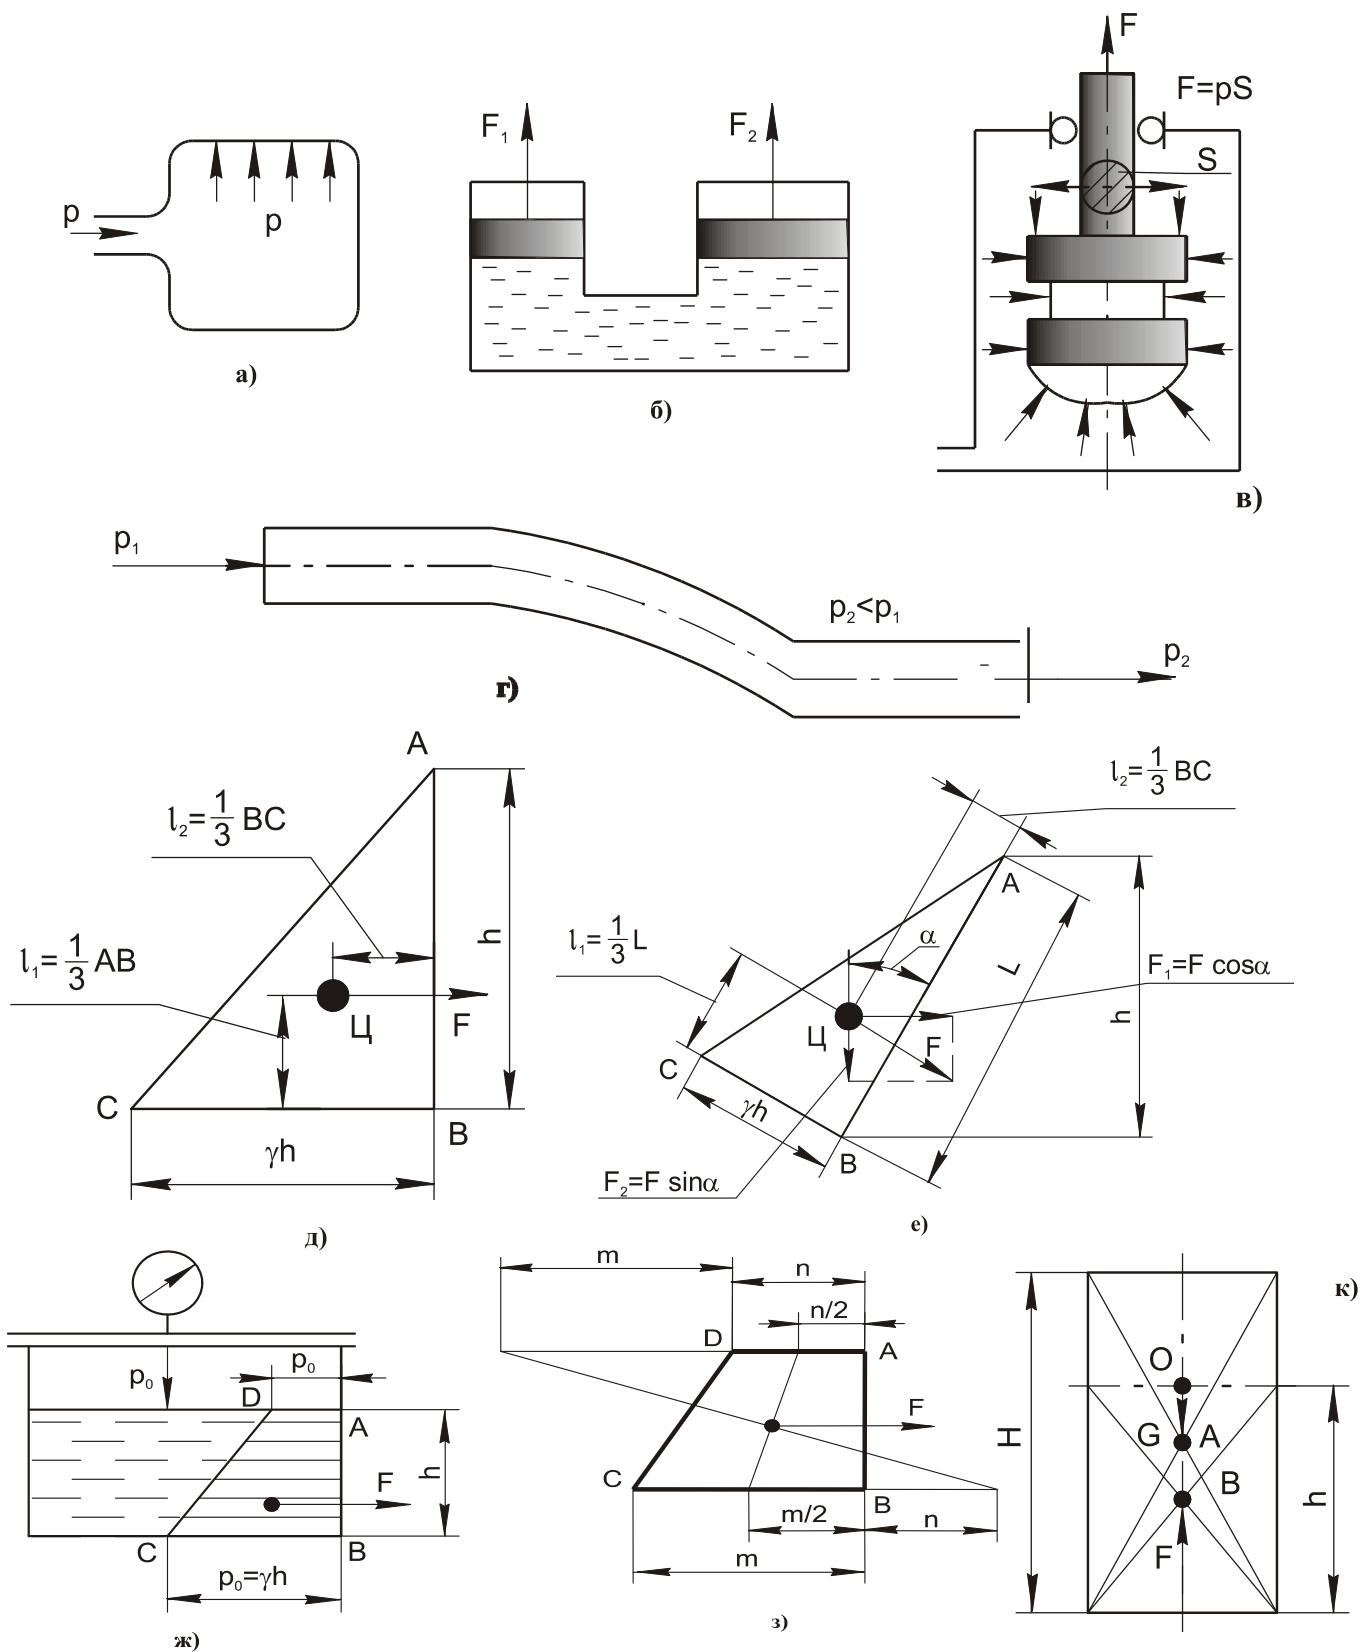

Рисунок 1.1 - Схеми дії тиску рідини
1. У замкнутій ємності, з'єднаній з лінією нагнітання, тиск відповідно до закону Паскаля діє на всі боки з однаковою величиною (рис. 1.1, а).
2. У замкнутій ємності з кількома поршнями (плунжерами) (рис. 1.1, б) на всі поршні (плунжери) діє однаковий тиск, але теоретична величина зусилля (без урахування сил тертя) на кожному поршні (плунжері) буде пропорційна його площі, т. е.
3. Зусилля на поршні (плунжері) не залежить від конфігурації його поверхні і дорівнює добутку тиску на робочу площу (рис. 1.1, в).
4. Через опори в гідросистемі величина тиску в кінці магістралі буде завжди меншою від початкового тиску (рис. 1.1, г).
7. У відкритих резервуарах (наприклад, у баках для робочої рідини) еюра тиску на вертикальну стінку (рис. 1.1, д) є прямокутним трикутником з висотою  $h$  і основою  $h \cdot \gamma$ , де  $\gamma$  - питома вага рідини,  $\text{Н/м}^3$ . Та ж картина буде мати місце і при похилій стінці (рис. 1.1, е). Тільки тут результуюча сила  $F$ , що дорівнює добутку тиску на площу, розбиватиметься на дві складові  $F_1$  і  $F_2$ , які слід враховувати при розрахунку резервуара на міцність. Тиск на горизонтальну стінку дорівнюватиме  $\gamma/S_r$ , де  $S_r$  - площа горизонтальної стінки.
8. У закритих резервуарах з надлишковим тиском  $p_0$  на поверхні рідини (рис. 1.1 ж) еюра тиску на стінку  $AB$  являє собою трапецію  $ABCD$  з висотою  $h$  і основою  $p_0$  і  $p_0 + \gamma h$ . Еюра тиску є трапецією і в тому випадку, коли посудина відкрита і визначається тиск не на всю стінку  $ABC$ , а тільки на заглиблену її частину.
9. Центр застосування зосередженої сили  $F$  розташовується в центрі тяжіння еюри. Для трикутних еюр, як зазначалося раніше, центр тяжіння знаходиться на відстані  $1/3$  довжини катетів від точки  $B$ . Схема знаходження центру тяжіння для трапецієподібної еюри показана на рис. 1.1, з.
11. На всяке тіло, повністю чи частково занурене в рідину (закон Архімеда) (рис. 1.1, κ), діє дві сили: сила тяжіння